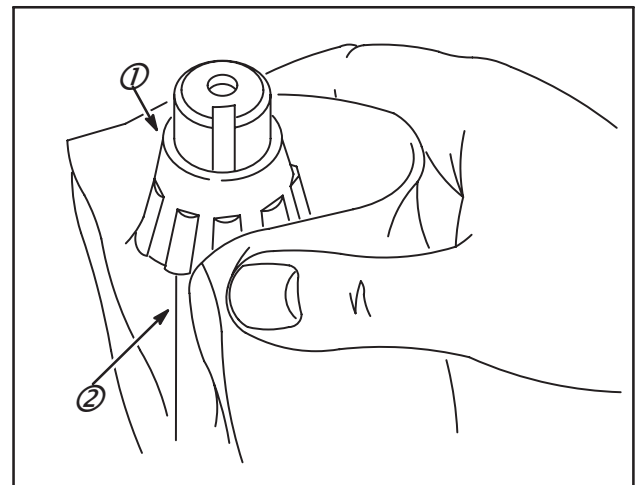

Fig. 42
2. Placer l'arbre d'entraînement (2) et le pignon dans un étau à mordaches avec le roulement à billes vers le haut. Lorsque le roulement est suffisamment chaud, il doit glisser facilement sur le palier.
3. Saisir le roulement et le glisser sur l'arbre d'entraînement en butée contre le flasque du réducteur, Fig. 42.